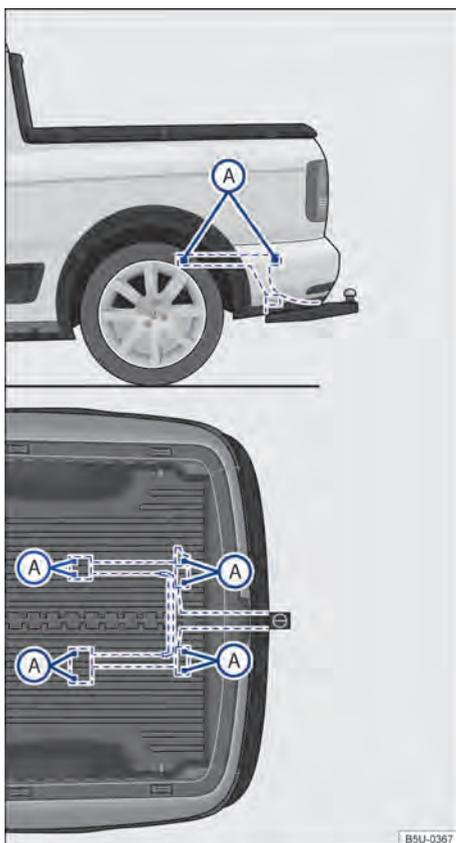

Fig. 124 Puntos de fijación para el montaje posterior de un enganche para remolque.
La figura → fig. 124 muestra, a modo de ejemplo, el punto de fijación para montar un dispositivo de remolque del modelo Nueva Saveiro.
El montaje posterior de un dispositivo de remolque deberá ser efectuado de acuerdo con las instrucciones del respectivo fabricante del enganche, siempre respetando los puntos de fijación indicados en la → fig. 124 (A).